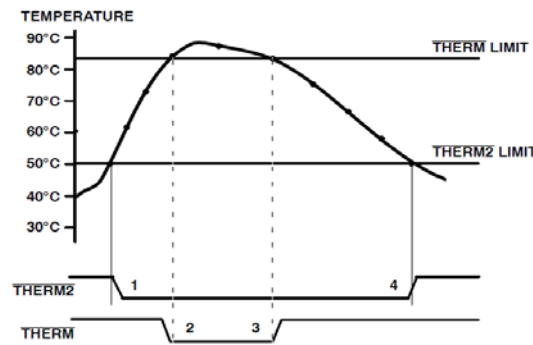

Figure 21. Operation of the THERM and THERM2 Interrupts
图 21 展示了 $\overline{\text{THERM}}$ 和 $\overline{\text{THERM2}}$ 如何一起工作来实现两种冷却系统的方法。在这个例子中， $\overline{\text{THERM2}}$ 限制比 $\overline{\text{THERM}}$ 限制设置的更低。 $\overline{\text{THERM2}}$ 输出用来开启风扇。如果温度持续增加并超过 $\overline{\text{THERM}}$ 限制， $\overline{\text{THERM}}$ 输出可以调节节流 CPU 来提高额外的冷却。
- 3、当温度下降到 $\overline{\text{THERM}}$ 限制减去迟滞时， $\overline{\text{THERM}}$ 输出无效（变高）。非滞后值如图 21 所示。